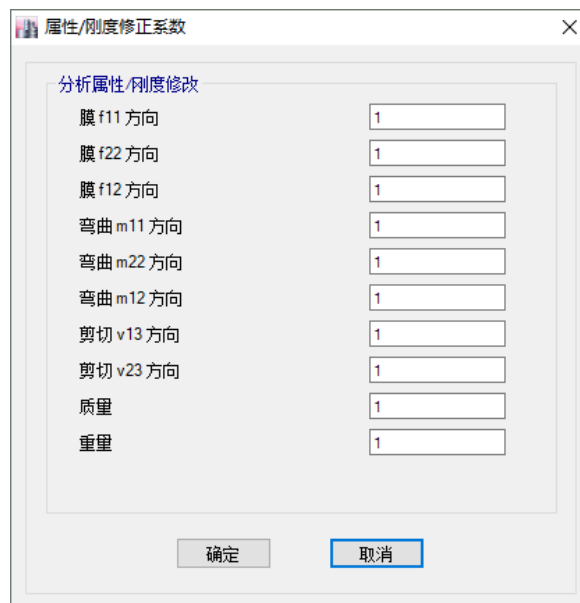

图 3-13 属性/刚度修正系数对话框
3. 在修改系数(默认值)项, 点击修改/显示修正按钮, 弹出属性/刚度修正系数对话框, 如图 3-13 所示。如有需要, 可以通过折减截面刚度来考虑开裂的影响, 点击确定按钮关闭对话框: